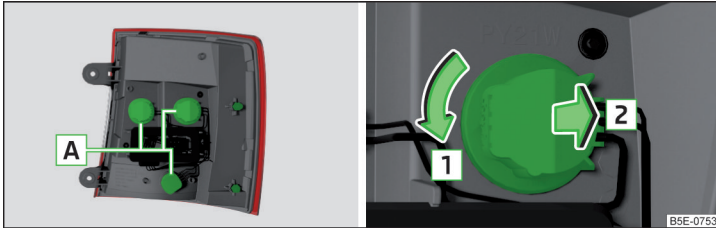

Abb. 369 Äußerer Teil der Leuchte / Fassung mit Glühlampe herausnehmen
- › Die Fassung mit der Glühlampe **A** in Pfeilrichtung **1** drehen » Abb. 369.